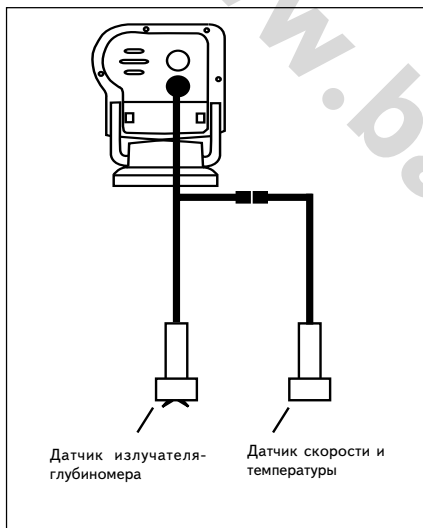

Рис.2-15
2. Кабель от излучателя-глубиномера следует включить в разъем бокового ответвления кабеля датчика скорости или датчика температуры. Датчики температуры и скорости затем подключаются в разъем на тыльной стороне экранного блока эхолота “FishFinder L465”, как это показано на рис.2-15.